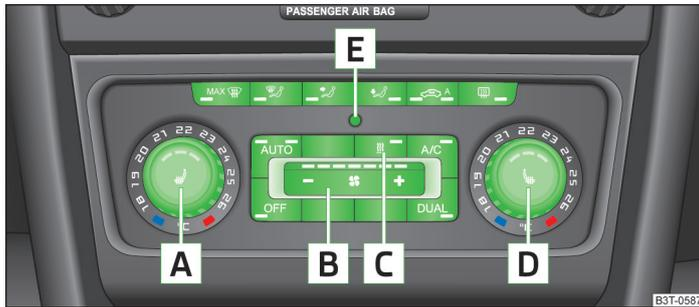

Abb. 110 Climatronic: Bedienungselemente
- ✓ **A/C** » **Abb. 110** auf Seite 104 eingeschaltet.
Funktionen der einzelnen Bedienungselemente » Abb. 110:
- » Die Taste **AUTO** » Abb. 110 auf Seite 104 drücken.
➤ Den Drehregler **A** » Abb. 110 auf Seite 104 nach links bzw. rechts drehen, um die Temperatur zu senken bzw. zu erhöhen.
➤ Den Drehregler **D** » Abb. 110 auf Seite 104 nach links bzw. rechts drehen, um die Temperatur zu senken bzw. zu erhöhen.
- Die Symboltaste **MAX** » Abb. 110 auf Seite 104 drücken.
- Die Symboltaste » Abb. 110 auf Seite 104 drücken.